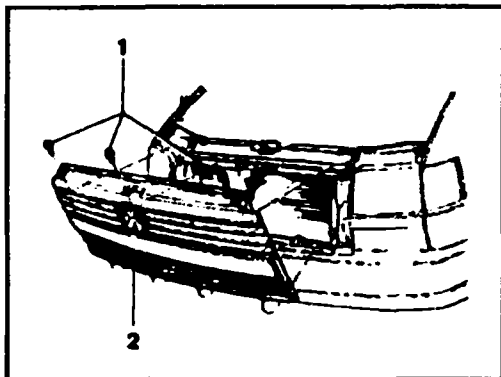

Рис. 10.3 Крепление решеток радиатора - модели с 1994 по 1996г.
- ◆ Отверните винты (1, см. рис. 10.3) с крестообразным шлицем на головке.
- ◆ Решетку радиатора (2) откиньте вперед и выньте из отверстий вниз.